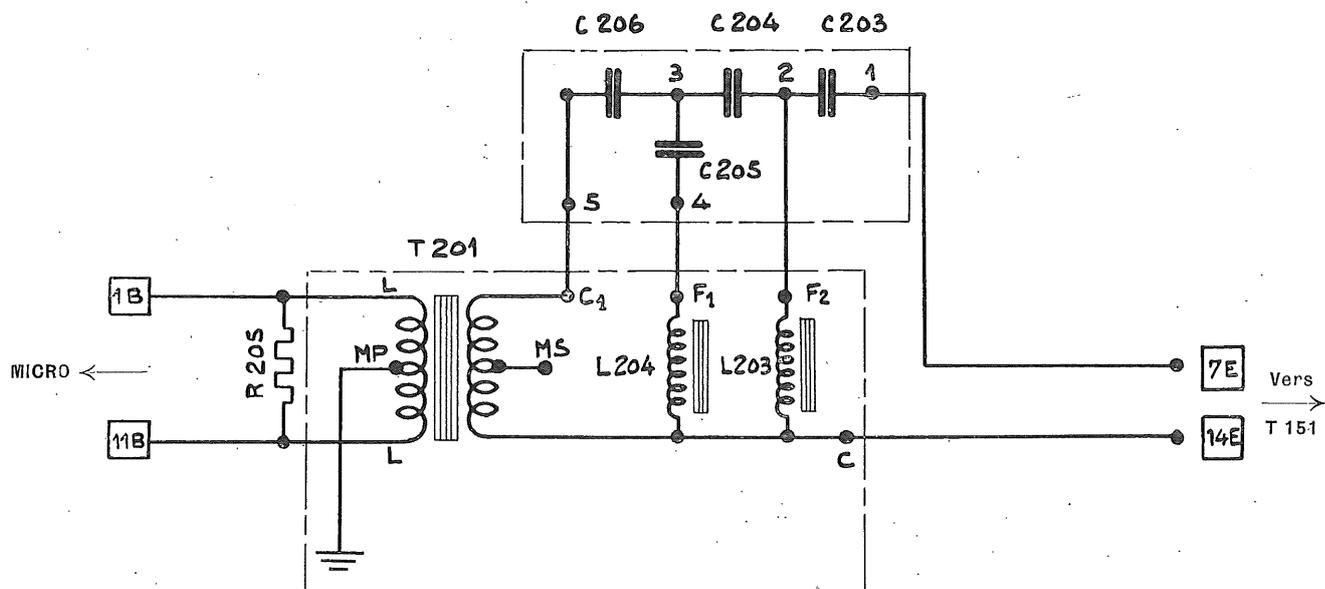

Fig. 20 - *Filtre passe haut*
a) *Filtre passe-haut microphonique* (fig. 20).